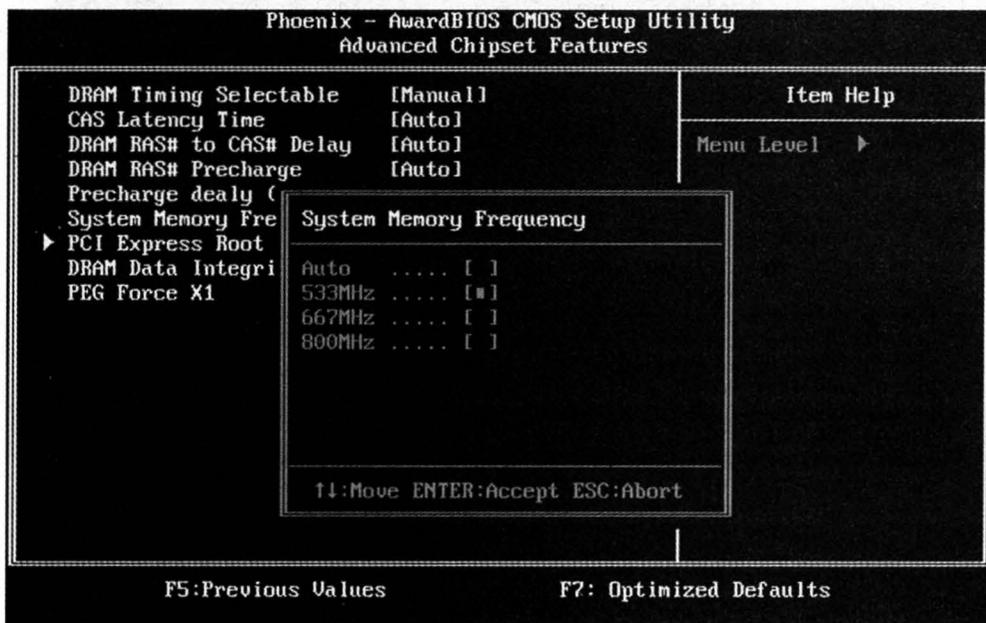

Рис. 17.3. Установка минимально возможной частоты оперативной памяти
- Установить минимальное значение частоты оперативной памяти с помощью параметра System Memory Frequency (рис. 17.3) или подобного. Для дос-